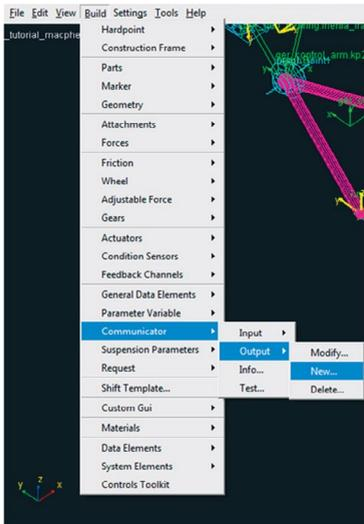

Figura 4.79 – Criando um *Communicator* do tipo *Output*.
- Para criação do primeiro *Communicator* do tipo *output*, acesse o menu *Build* → *Communicator* → *Output* → *New* (Figura 4.79). Esse *communicator* fará a comunicação entre o *General Part* “*hub_bearing*” (cubo de roda) e o subsistema Roda.